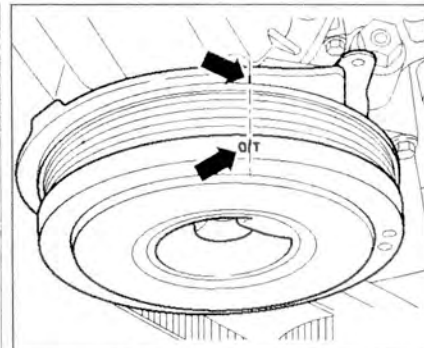

Рис. 1.13. Совместите метки на шкиве (демпфере) и нижней части кожуха (стрелки).
5. Совместите метки на шкиве (демпфере) и нижней части кожуха (стрелки) (рис. 1.13).